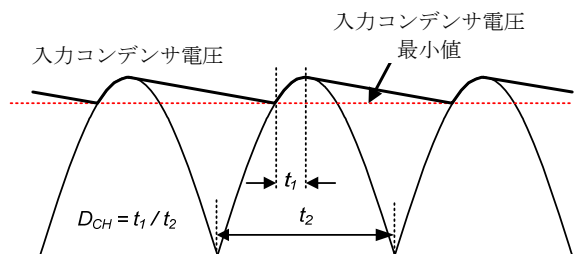

図 2. 入力コンデンサ電圧波形
- 図2で定義されるライン電圧のリプルファクタ: D_{CH}